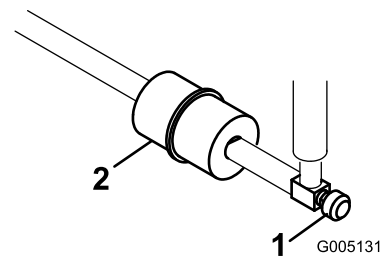

Figure 44
Le filtre à carburant en ligne se trouve dans la conduite d'alimentation, entre le réservoir de carburant et le carburateur (Figure 44).
1. Fermez le robinet d'arrivée de carburant (Figure 44).
2. Placez un bac de vidange sous le filtre, desserrez le collier sur le côté carburateur du filtre, et débranchez la conduite de carburant du filtre (Figure 44).
3. Desserrez l'autre collier et déposez le filtre (Figure 44).